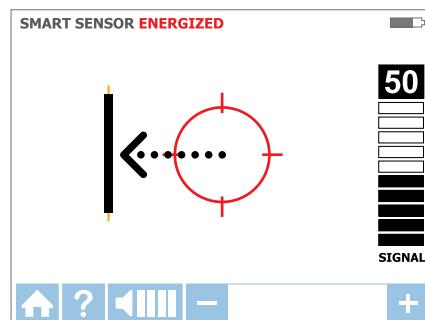

Figura 3.1d
- Mueva el receptor en la dirección indicada por la flecha que aparece en la pantalla (consulte la Figura 3.1d).